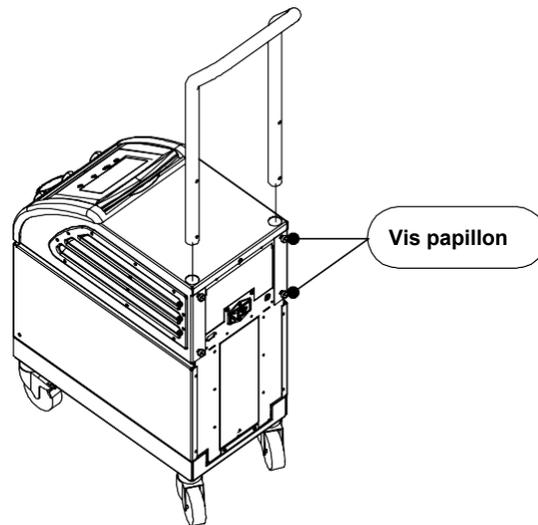

Figure 12 : Montage de la poignée
La poignée est détachable et fixée à l'arrière du dispositif par quatre vis papillon (voir la figure 12).
- 1.2. Faire glisser les deux extrémités de la poignée dans les trous du capot supérieur (faire attention à la direction de la courbe dans la poignée) jusqu'à ce que la poignée soit insérée à fond (voir la figure 12).